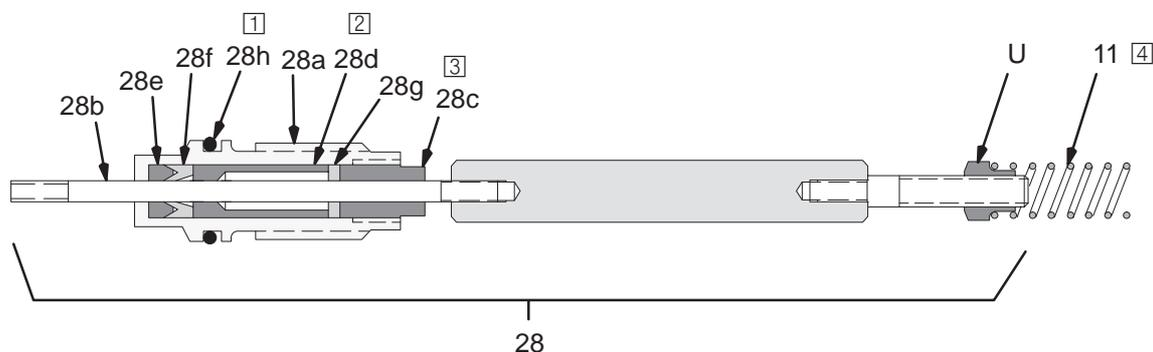

Fig. 28
- Llene por entero la cavidad interna del espaciador (28d) con la grasa dieléctrica suministrada con la pistola. Coloque el espaciador en la varilla del producto (28b), en la dirección que indica la Fig. 28. Aplique generosamente grasa sobre la superficie externa del espaciador.
- Coloque la empaquetadura del producto (28f), la empaquetadura de la aguja (28e), y el alojamiento (28a) en la varilla del producto (28b) como se ilustra en la Fig. 28.
- Instale el conjunto de la varilla de empaquetadura del producto (28) en el cañón de la pistola. Utilizando la llave para tuercas hexagonal de 9 mm (79), apriete el montaje hasta que esté firme, luego verifique el arrastre de la varilla del producto.
- Cerciorarse de que el resorte (11) esté instalado en la tuerca (U) como se muestra en la Fig. 28.